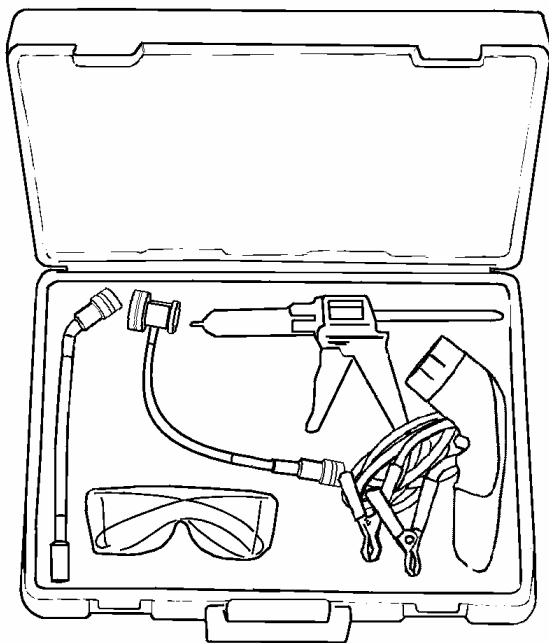

Figura 50 Juego de Lámpara Ultravioleta
Un método alternativo a la prueba de fugas electrónica es la luz ultravioleta. El desecante localizado en el acumulador contiene un colorante de fósforo que producirá un rastro amarillo-verde en la fuga, cuando se ilumine con una lámpara ultravioleta (UV). Este colorante también se encuentra en los acumuladores de reemplazo. El juego mostrado en la Figura 50 provee la lámpara UV usada para iluminar posibles fugas. El juego también contiene mangueras de conexión y un inyector de colorante, así como, lentes usados para incrementar el efecto de la luz UV en el colorante. Un limpiador de colorante UV debe ser usado para limpiar las conexiones del sistema del HVAC después de realizar reparaciones.